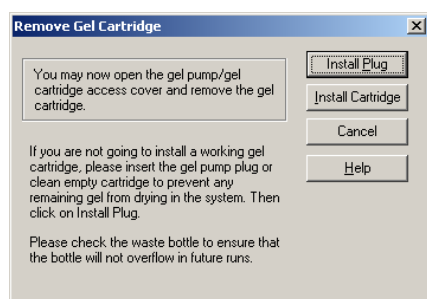

图 9.45 拆卸凝胶盒对话框
10. 在 Remove Gel Cartridge（拆卸凝胶盒）对话框（图 9.45）中：